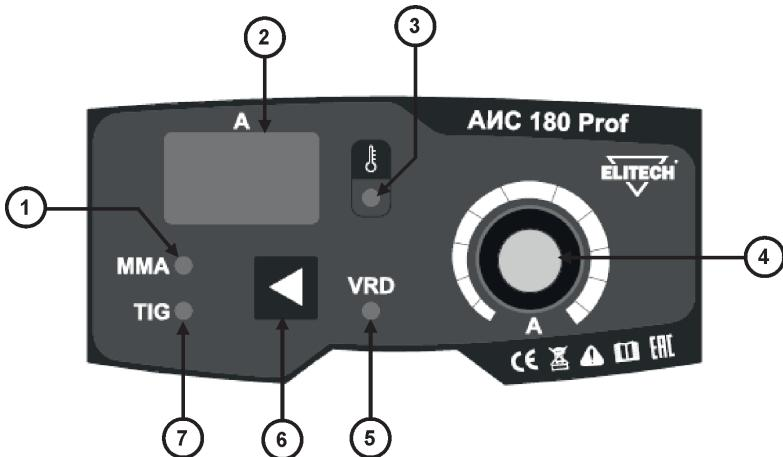

Рис. 2
3. Кнопкой переключения режимов сварки 6 (Рис. 2) выберите режим сварки MMA (горит индикатор MMA)
5. При необходимости включите функцию VRD, удерживая кнопку 6 (Рис. 2) в течении 5 секунд. Загорится индикатор VRD. Функция VRD снижает напряжение холостого хода с 64В до 16В. Функция VRD применяется при работе в условиях повышенной влажности.